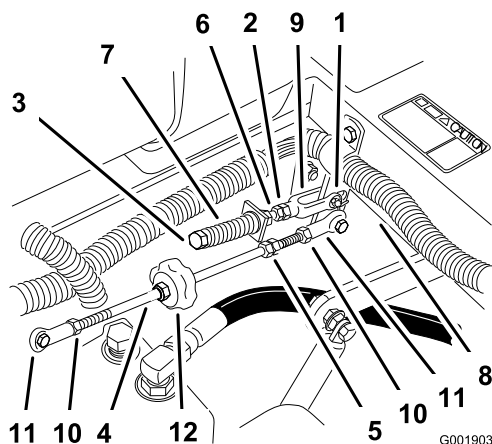

Figure 69
8. Si un réglage s'impose, desserrez l'écrou et l'écrou de blocage (Figure 69).
9. Appliquez une légère pression à l'arrière du levier, et tournez la tête du boulon de réglage dans le sens voulu pour centrer le levier à la position de verrouillage du point mort (Figure 69).
10. Serrez l'écrou et l'écrou de blocage (Figure 69).